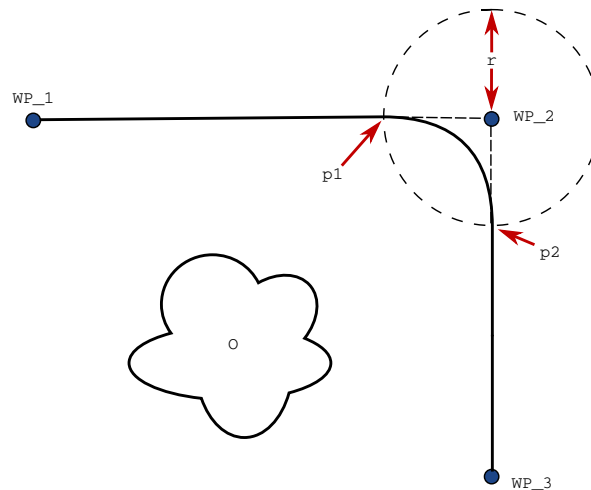

Abbildung 14.3: Blending über WP\_2 mit Radius  $r$ , ursprüngl. Blending-Position bei p1 und letzte Blending-Position bei p2. O ist ein Hindernis.
**Blending-Parameter** Neben den Wegpunkten beeinflussen mehrere Parameter den Bewegungsablauf im Blending-Bereich (siehe Abbildung 14.3):